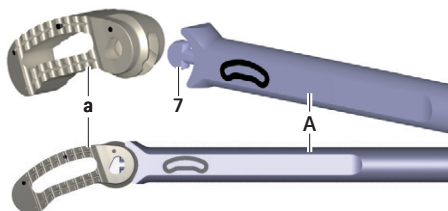

Fig. 7 Acoplamiento del implante al instrumento de inserción
- Coloque el implante **a** dentro del envase protector en el diedro **7** del instrumento de inserción **A**, ver Fig. 7. Para ello, tenga en cuenta la orientación del implante (guíese por la inscripción situada en el instrumento de inserción).
- ▶ Acople el instrumento de inserción **A** al implante **a** in situ, ver Fig. 7.